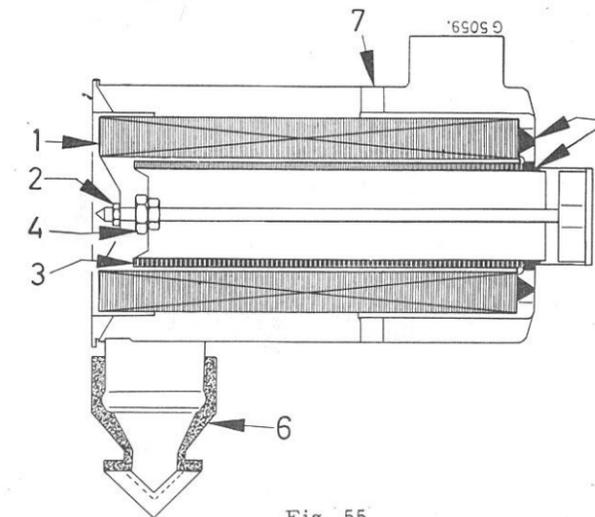

Fig. 55
Légendes de la Fig. 55 :
L'air aspiré est animé d'un tourbillon rapide autour de l'élément filtrant par les ailettes (5), Fig. 55. Sous l'effet de ce mouvement tourbillonnaire, la plus grande partie de la poussière en suspension dans l'air d'admission est centrifugée et évacuée par le vide-poussière automatique (4). L'air ainsi préfiltré est admis dans l'élément de filtre principal (1), qui retient les dernières impuretés.